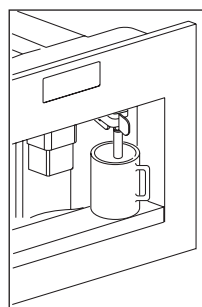
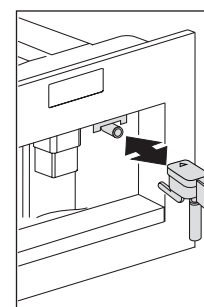

Rys. 11
Rys. 37
- ▶ Po 5 sekundach na ekspresie pojawi się komunikat „FILL TANK” (Napełnij pojemnik). Wyciągnij zbiornik na wodę (Rys. 11), przepłucz go i nalej do niego świeżej wody, nie przekraczając linii MAX. Włóż go z powrotem, wciskając do oporu. W pojemniku można zamontować filtr zmiękczający wodę (Rys. 37).